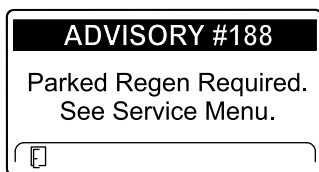

Рисунок 41
- Требуется стационарная регенерация ИНФОРМАЦИОННОЕ СООБЩЕНИЕ № 188 (Рисунок 41)